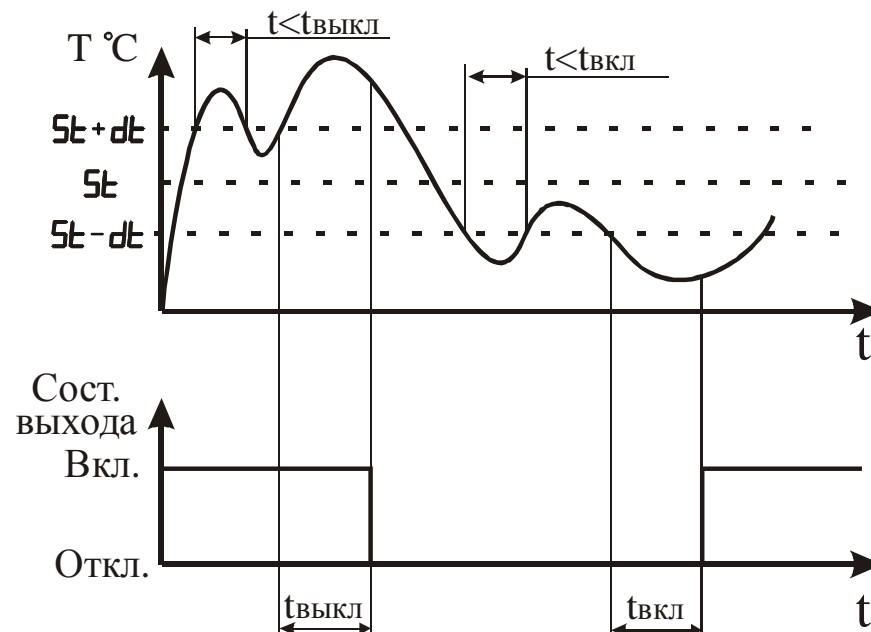

Рисунок 3.18 – Влияние параметров “Задержка включения выходного устройства” и “Задержка выключения выходного устройства” на состояние выходного устройства
3.3.3.11 Параметры “Задержка включения выходного устройства” и “Задержка выключения выходного устройства” предназначены для защиты выходного устройства от частых срабатываний. Прибор включает (выключает) выходное устройство, если условие, вызывающее изменение его состояния, сохраняется, как минимум, в течение времени, установленного в этих параметрах (см. рисунок 3.18).